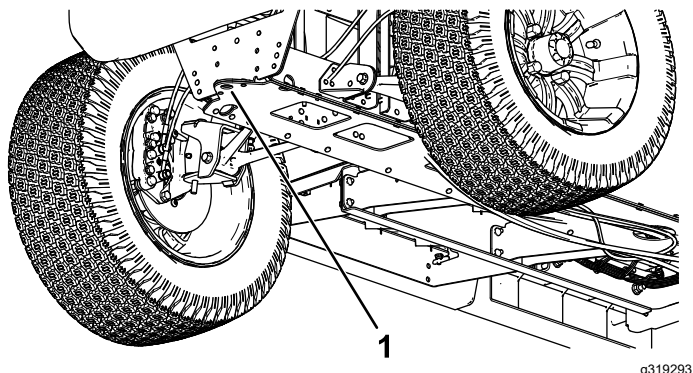

Figure 27
- Le point de levage avant de la machine est situé à l'avant du cadre, derrière la flèche d'attelage (Figure 27).